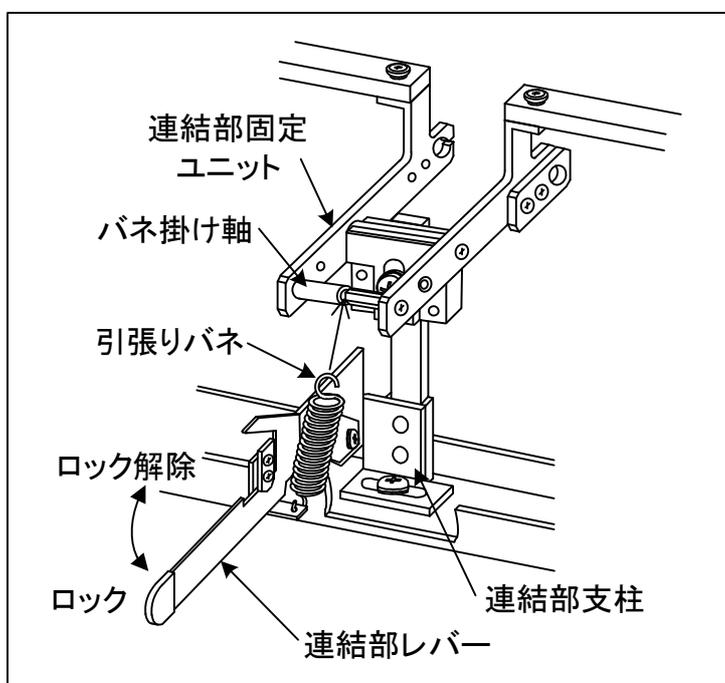

図4.3-10 引張りバネを掛ける
- (8) フェルト白をブラケットの間隔でカットして、消音バーの下面に貼る。
- (9) 消音バーが取り付けである箎をピアノへ戻す。この時、連結部レバーは図4.3-10のロック解除の位置（上に押し上げた状態）で行う。
注意！ 連結部レバーを図4.3-10のロックの位置で箎を取り付けた場合、消音バーが前框に接触してピアノを傷つけたり、消音バーや支柱が変形する恐れがある。